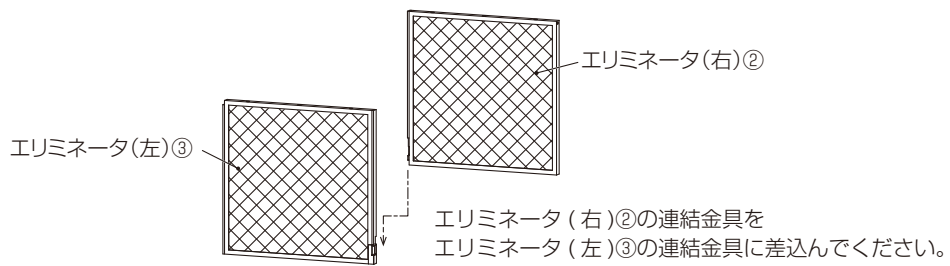

図 5
- エリミネータ（右）②とエリミネータ（左）③を図 5 のように組合わせてください。